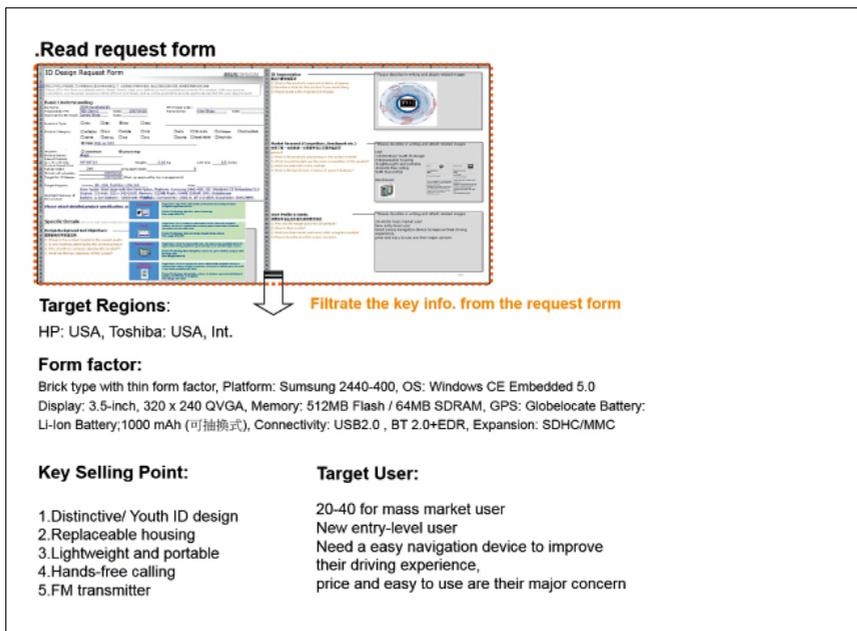

图 1-19 对设计需求进行提炼
(1) 明确设计目的、设计诉求。即明确设计什么、为谁设计等问题，并最终用尽量简短的语言、关键词描述出来（见图 1-19）。